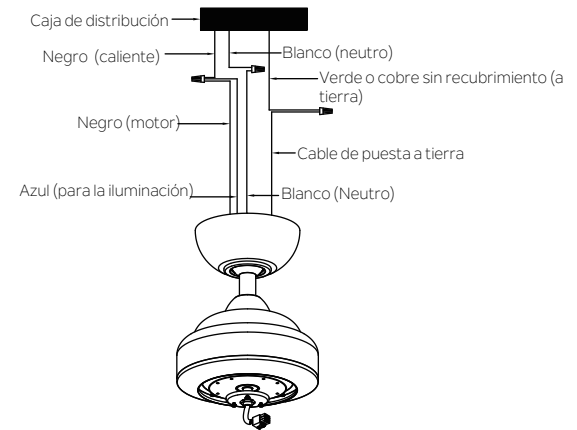

Fig. 12
Paso 1. Conecte el cable NEGRO de alimentación del ventilador y el cable AZUL de alimentación de la luz del ventilador al cable NEGRO de alimentación de su hogar. (Fig.12)
Paso 2. Conecte el cable BLANCO neutro del ventilador al cable BLANCO neutro de su hogar. (Fig.12.)
Paso 3. Conecte los cables de PUESTA A TIERRA (VERDES) desde el soporte de montaje y la bola del vástago de extensión al cable de PUESTA A TIERRA (VERDE) o SIN RECUBRIMIENTO (COBRE) de su hogar. (Fig.12.)